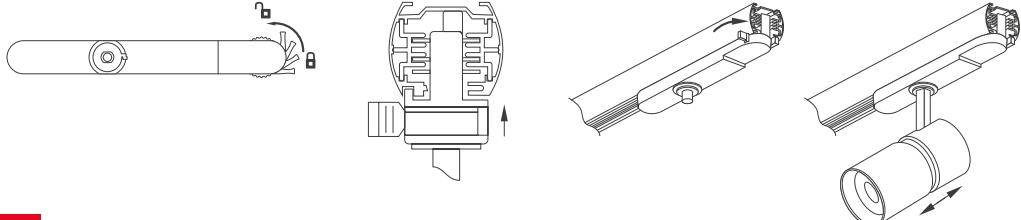

Рис. 3. Установка светильника в трек и регулировка угла излучения
- Отрегулируйте необходимый угол излучения, переместив нижнюю часть светового модуля вниз/вверх (как показано на рис. 3).